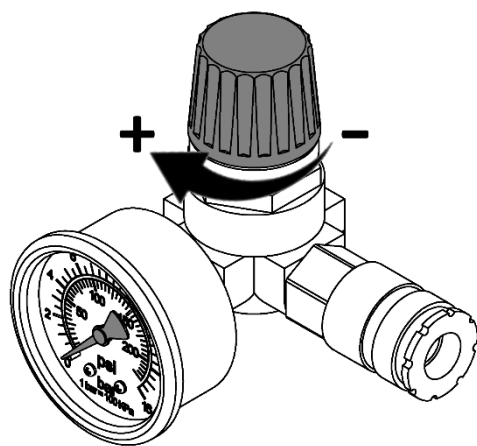

Рисунок 10
8.4.1 Настройка давления в подсоединенных исполнительных устройствах регулятором давления осуществляется следующим образом (рисунок 10):